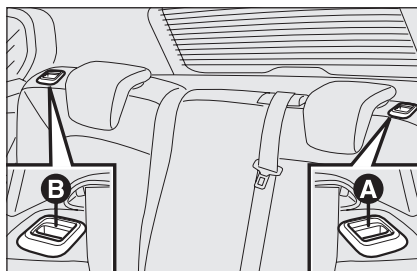

Abb. 82
- ☐ Betätigen Sie die Hebel **A** oder **B-Abb. 82**, um den linken oder rechten Teil der Rückenlehne zu entriegeln und auf das Sitzkissen abzusenken.
- ☐ die Griffe **A** und **B-Abb. 82** hochziehen, um die Rückenlehnen zu lösen und auf das Sitzkissen abzusenken.